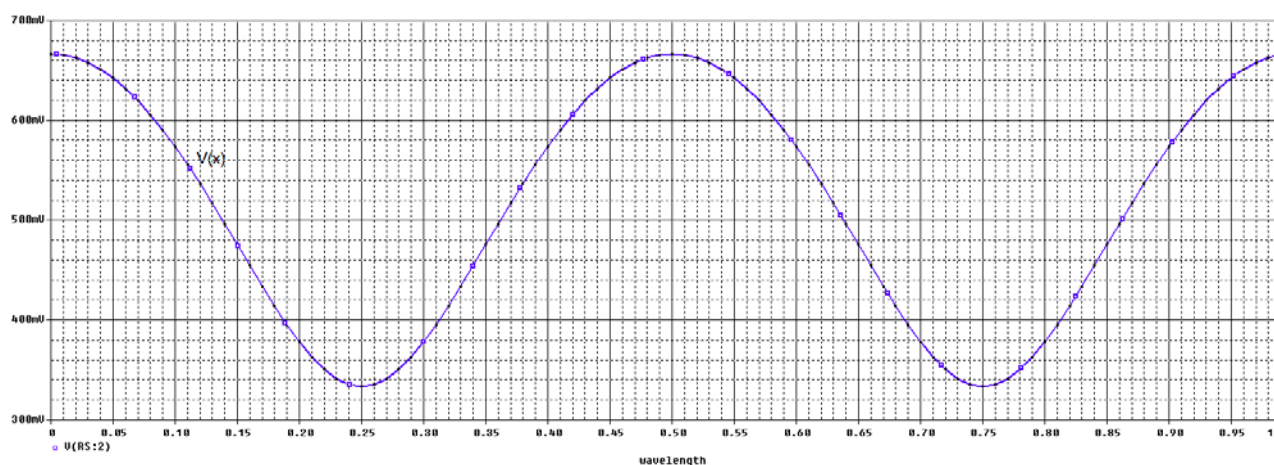

Рис. 11.15. Напряжение в линии с режиме смешанных волн
9. Установите $R_L = 150 \text{ Ом}$. В линии будет режим смешанных волн. Так как нагрузка больше волнового сопротивления, в конце линии будет максимум напряжения (рис. 11.15).